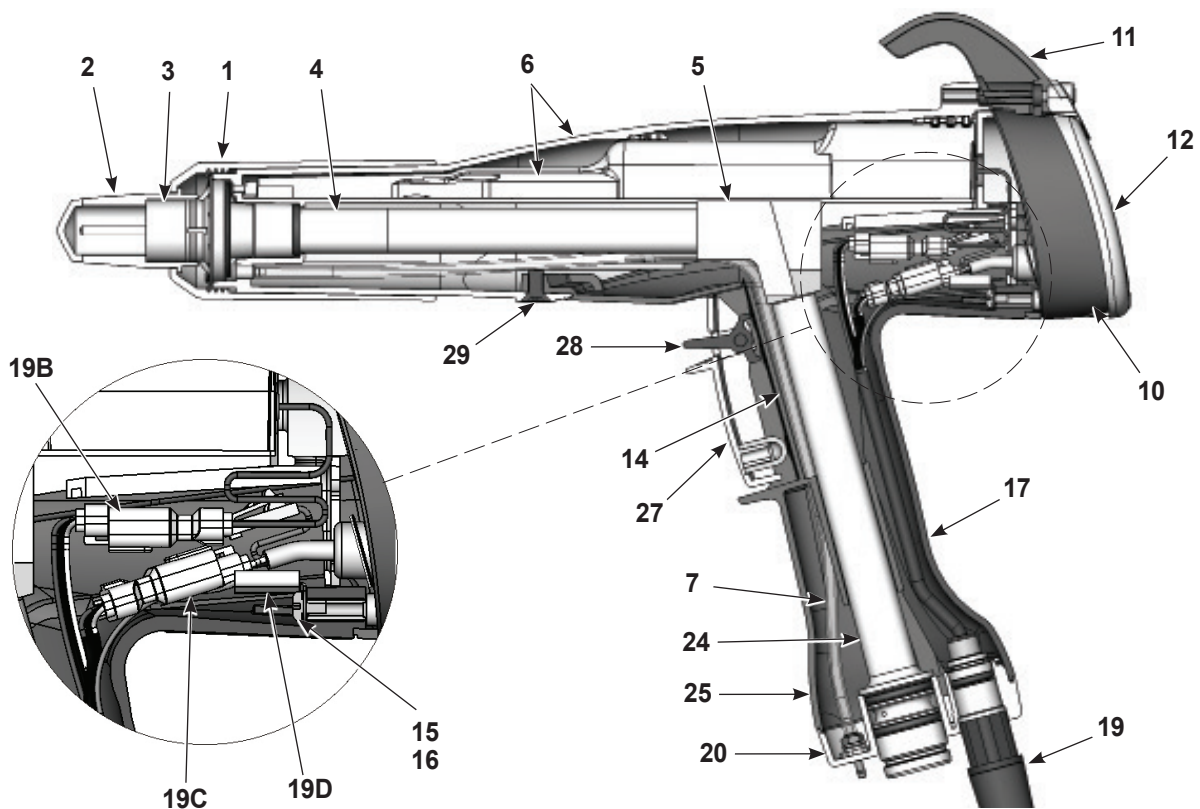
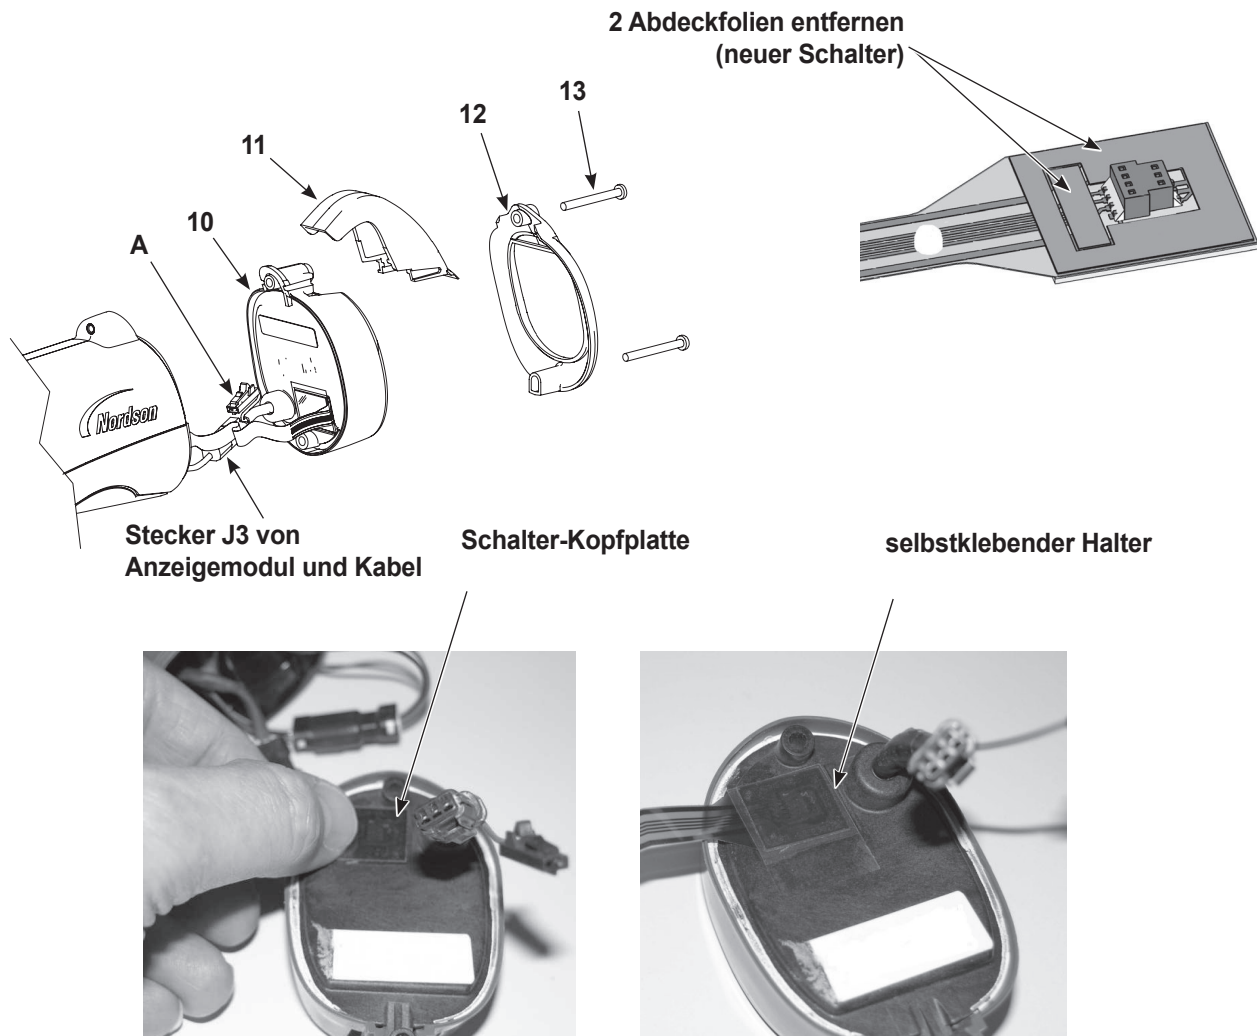

Abbildung 10 Schnittzeichnung des Sprühapplikators (die Positionsnummern in diesem Abschnitt entsprechen den Positionsnummern in der Ersatzteilliste)
Abbildung 11 Ersetzen des Anzeigemoduls
1. Siehe Abbildung 10 und Abbildung 11. Die obere und untere Schraube (13) losschrauben, die den Deckel (12), den Haken (11) und das Anzeigemodul (10) am Applikatorgehäuse halten.
1. Am Anzeigemodul (10) die Montagefläche der Kopfplatte des Auslöserschalters und den Umgebungsbereich sorgfältig mit Isopropylalkohol reinigen. Die Oberfläche vor dem nächsten Schritt komplett trocknen lassen.
2. Beim Installieren eines neuen Auslöserschalters die beiden Abdeckfolien von der Steckerseite der Kopfplatte des Auslöserschalters entfernen, wie in Abbildung 11 gezeigt.
5. Stecker J3 von Anzeigemodul und Kabel miteinander verbinden. Der Erdungskabelstecker (A) wird für diese Applikatorversion nicht verwendet.
7. Den Haken (11) auf das Anzeigemodul schieben, dann den Deckel (12) installieren.
8. Die Schrauben (13) installieren und festziehen.
2. Siehe Abbildung 10. Düsenmutter losschrauben und Düse und Elektrodenbaugruppe vom Sprühapplikator abnehmen.
4. Siehe Abbildung 11. Das Anzeigemodul gemäß Beschreibung im Abschnitt *Anzeigemodul installieren* auf Seite 18 installieren.
5. Die Elektrodenbaugruppe (3) im Ende des Ausgangsrohrs vorn am Applikatorgehäuse installieren. Sicherstellen, dass die Drahtelektrode nicht verbogen oder gebrochen ist.